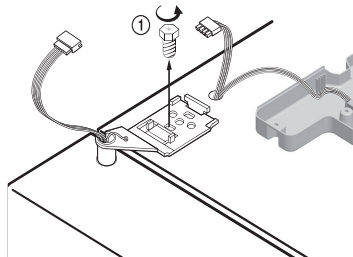

Figura 3a
- d. Gire o parafuso da dobradiça superior no sentido anti-horário e desconecte os fios da rede elétrica (Figura 3a).